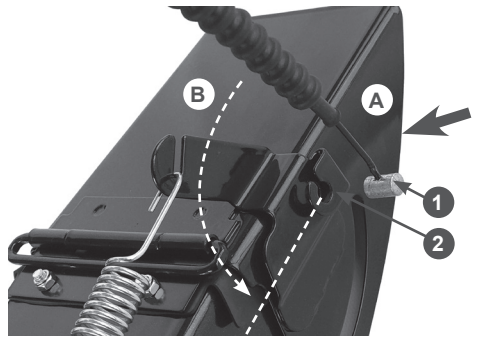

Рис. 21 Установка наконечника троса управления дефлектором жёлоба
- вставьте наконечник 1 троса в кронштейн 2 до упора, одновременно продевая трос через прорезь в кронштейне (действие А), после чего поверните трос в кронштейне на 90 градусов (действие В), как показано на Рис. 21;